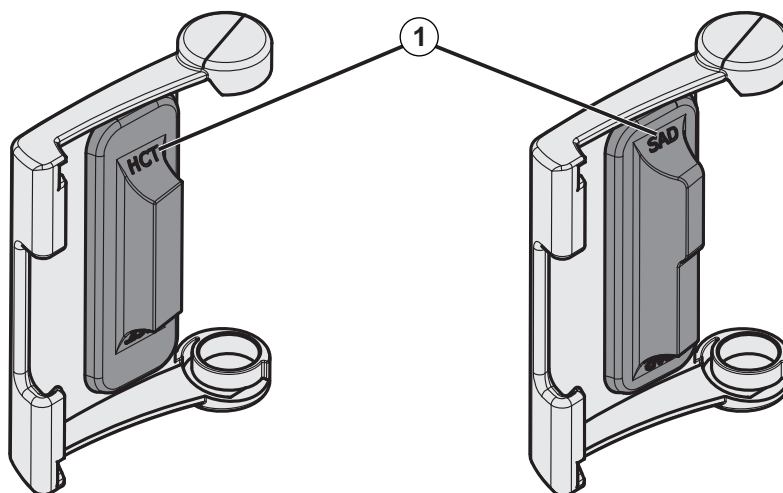

Fig. 7-20 Merking på HCT- og SAD-sensordeksel
Ved rekonstruksjon av deksler på SAD og HCT-sensor etter rengjøring må du se til at dekslene ikke blandes sammen! Dekslene er merket med *SAD* og *HCT* på baksiden (se Fig. 7-20, ①).